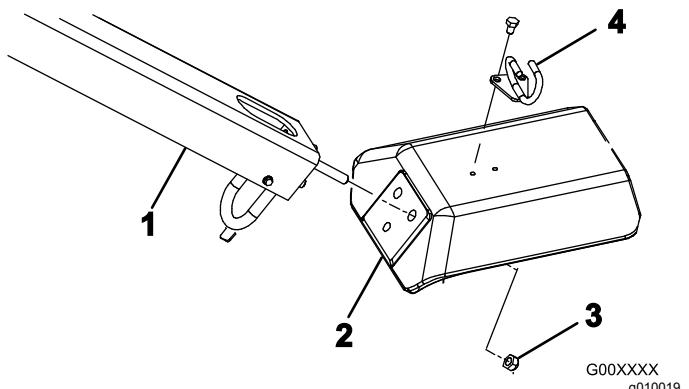

Figura 4
2. Introduzca los pernos de montaje del manillar en los taladros de la horquilla (Figura 4).
3. Sujete los pernos del manillar a la horquilla con 3 contratuerca (½ pulgada) (Figura 4).
5. Monte la guía de cables en la parte superior de la horquilla con 2 pernos (5/16 x ½ pulgada) (Figura 4).